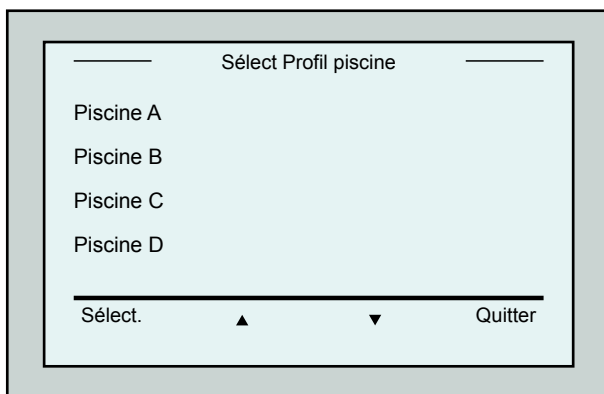

Figure 9 : Ecran *Profil piscine*
2. A l'écran Wave, appuyez sur Piscine A. L'écran *Profil piscine* s'ouvre (Figure 9).